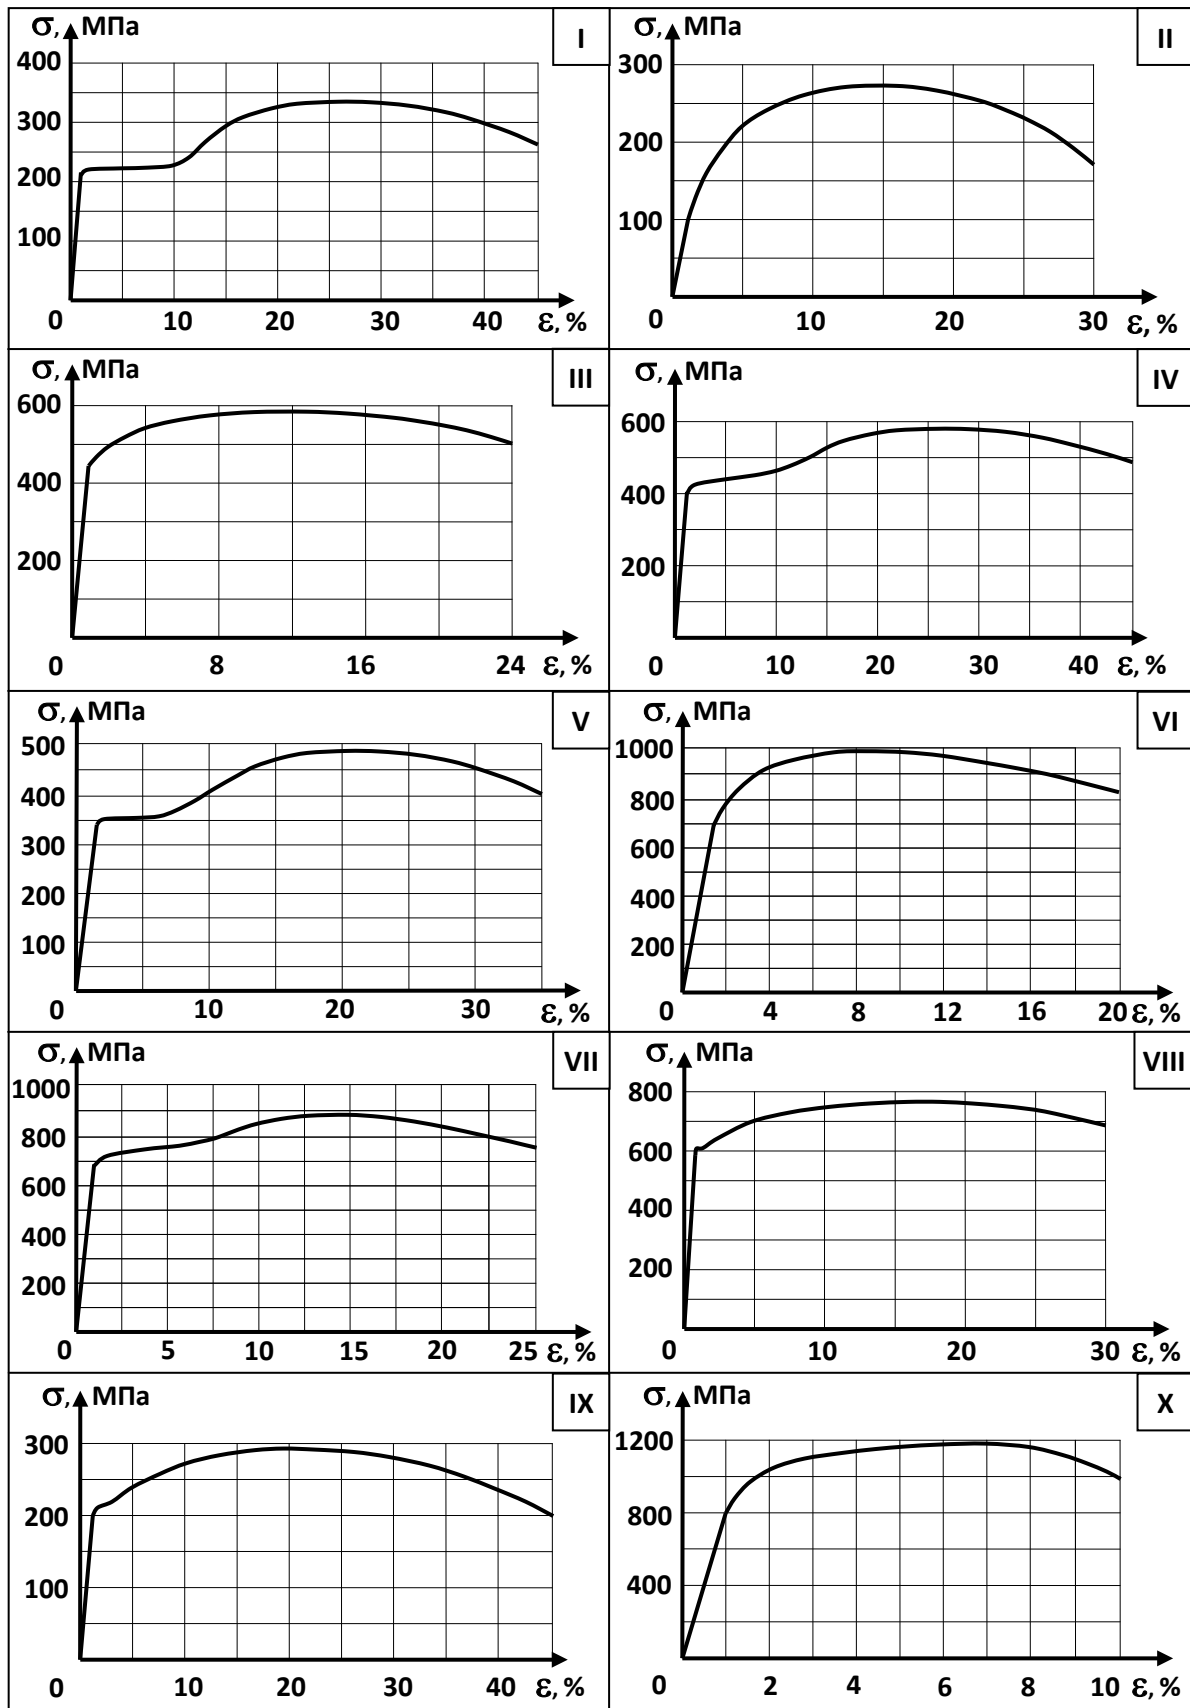

Рис. 2.2. Условные диаграммы растяжения материалов.
3. По заданной диаграмме рис. 2.2 определить  $\sigma_{\text{шц}}$ ,  $\sigma_{\text{в}}$ ,  $\sigma_{\text{т}}$  (или  $\sigma_{0,2}$ ) – параметры прочностных свойств материала 2 (для диаграммы с выраженной площадкой текучести найти  $\sigma_{\text{т}}$ , если площадка текучести отсутствует – оценить величину  $\sigma_{0,2}$ ).